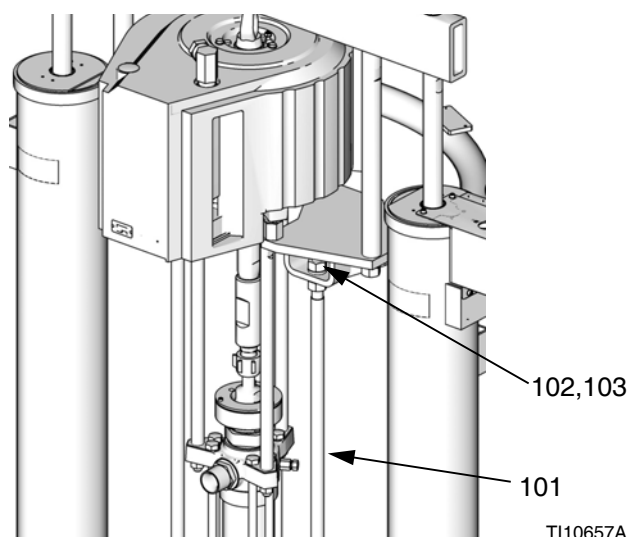

FIG. 21
1. Retirez les écrous et les rondelles (102, 103) du haut des tiges de levage du cylindre (101). Consultez la FIG. 21.
Ne retirez pas les écrous (102) situés sous des supports ; ne les serrez pas non plus. Consultez la FIG. 21. Si les écrous sont serrés, la pompe ne pourra être complètement en prise avec le cylindre ou bien la distance entre les deux exercera une tension sur le moteur, les barres d'accouplement et le bas de pompe.
4. Serrez les écrous (103) et les rondelles (102) sur le haut des tiges de levage du cylindre (101). Consultez la FIG. 21.